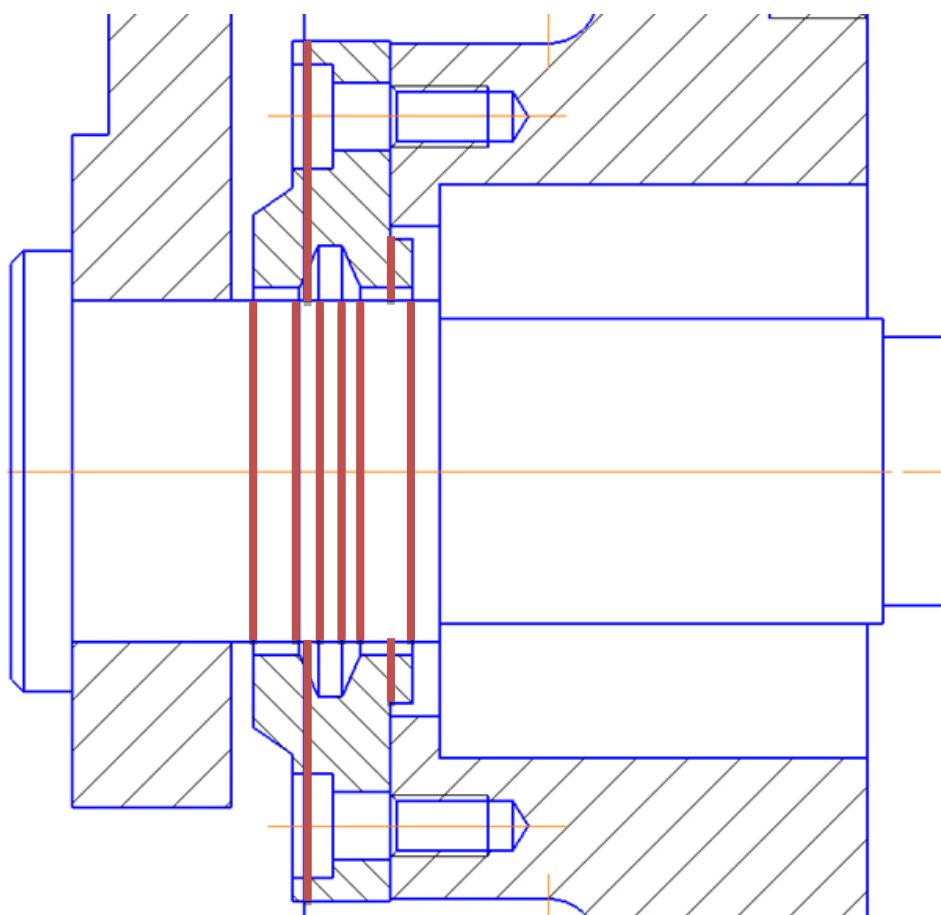

Рис. 4.17. Отрезки, которые необходимо удалить
- Выберите команду «Усечь кривую»  на вкладке «Правка» и щелкните на указанных участках линии (рис. 4.17).